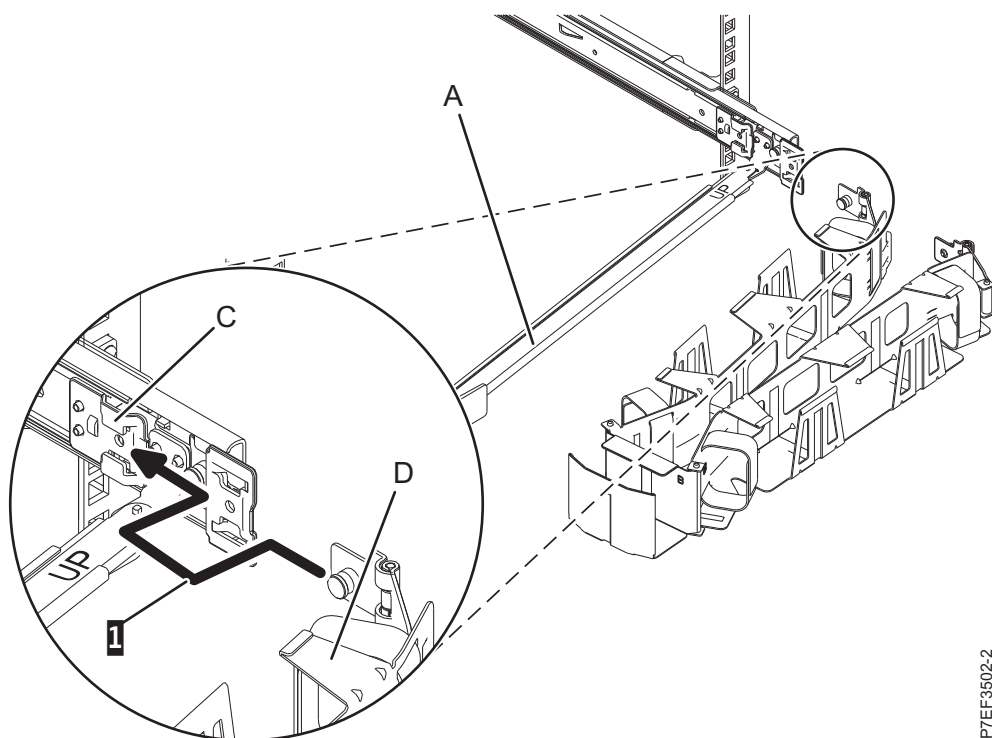
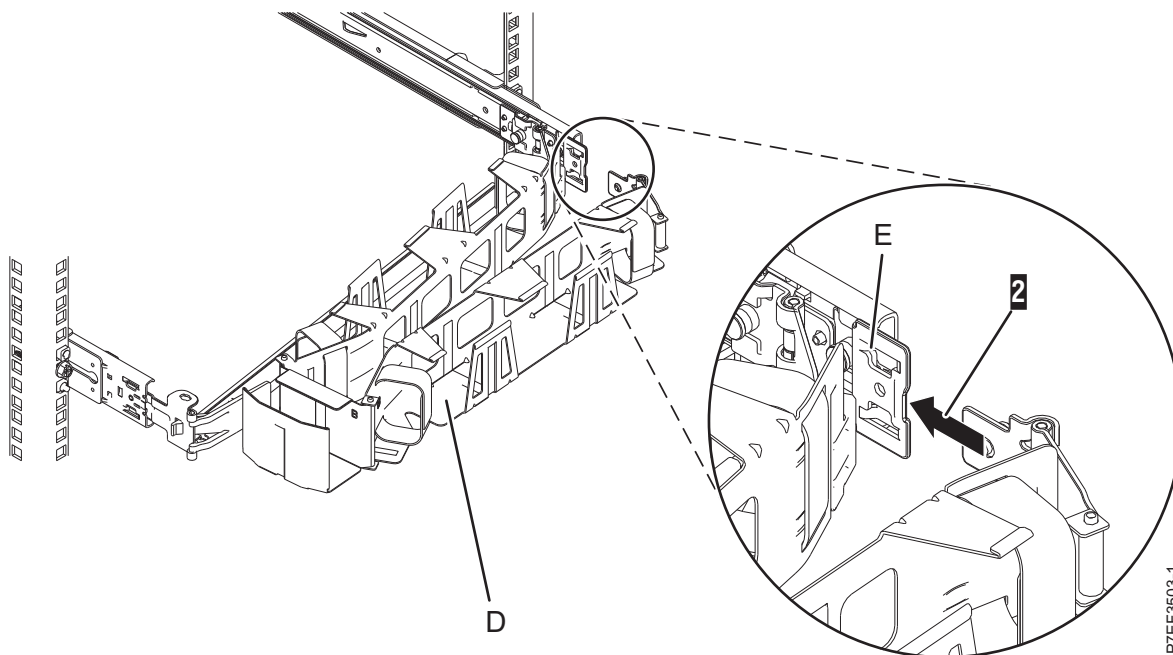

Figura 15. Deslizamiento de la pestaña del brazo portacables en la ranura de la abrazadera de montaje
Figura 16. Deslizamiento de la otra pestaña del brazo portacables en la abrazadera de extensión
7. Coloque el brazo portacables (D) en el brazo de soporte (A). Deslice la primera pestaña del brazo portacables en la ranura en la abrazadera de montaje (C). Empuje la pestaña hasta que el pestillo accionado por resorte quede encajado en su sitio. Deslice la otra pestaña del brazo portacables en la abrazadera de extensión (E) de la parte exterior del riel derecho (2). Empuje la pestaña hasta que el pestillo accionado por resorte quede encajado en su sitio. Para obtener detalles, consulte Figura 15 y Figura 16 en la página 12.